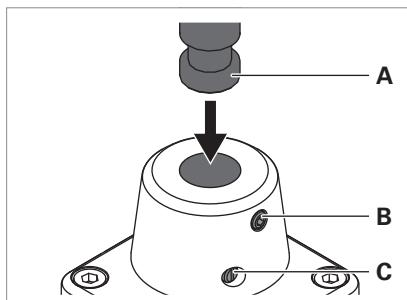

Fig. 3: Monter le luminaire sur l'élément de fixation.
- ▶ Dévisser la vis **C** hors de l'élément de fixation, voir Fig. 3.
- ▶ Tourner la goupille filetée **B** dans l'élément de fixation jusqu'à ce que la friction désirée soit atteinte, voir Fig. 3.